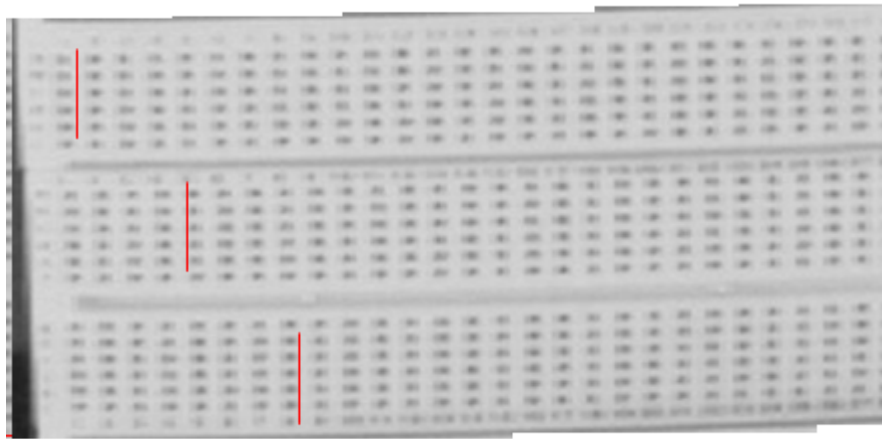

Figura 6: Placa base
- Esta zona es donde se coloca la placa base (figura 6) que es el lugar donde se monta el circuito.
El interconexión de las placas que hay en el laboratorio es como se muestra en la figura 6. Los terminales de conexión sobre los que se ha trazado una línea de color rojo están cortocircuitados. Esto implica que **no se pueden poner en la misma línea dos o más patillas de un mismo componente.**